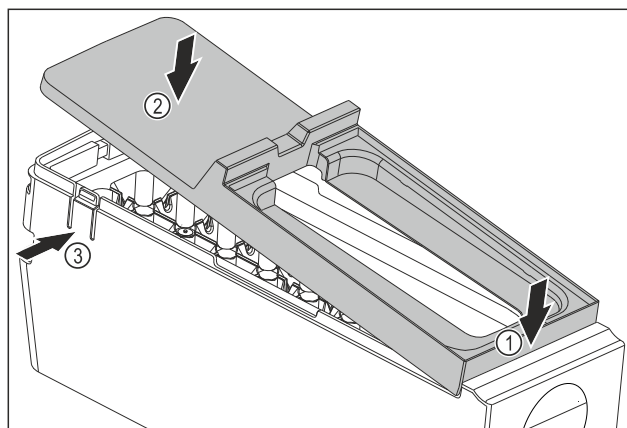

Fig. 148
- ▶ Monter le couvercle du corps de l'EasyTwist-Ice : Placer le couvercle à l'avant. Fig. 148 (1)
- ▶ Abaisser le couvercle à l'arrière. Fig. 148 (2)
- ▷ L'enclenchement du couvercle dans les deux languettes Fig. 148 (3) se fait entendre.